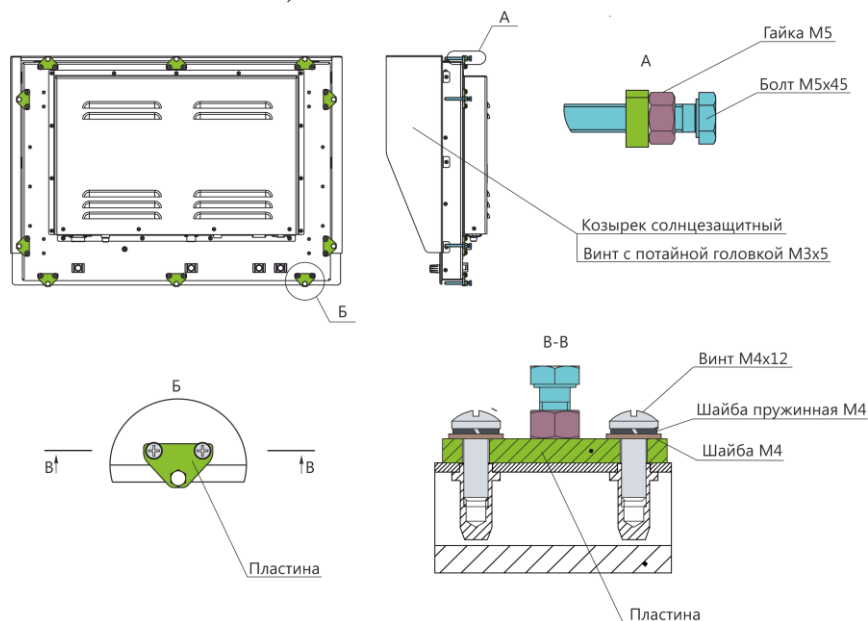

Рисунок 4 – Пультовый монтаж внутреннего крепления
2) пультовый монтаж внутреннего крепления (см. рисунок 4) представляет собой крепление изделия с внутренней поверхности пульта с помощью пластин и монтажного комплекта метизов;